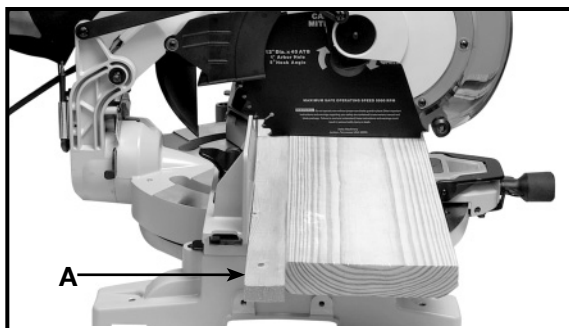

Fig. 29A
Cet outil est livré avec de nouveaux accessoires qui accroissent la capacité de coupe. Cet outil peut effectuer des coupes transversales sur une pièce de bois de construction de 101,6 mm x 152,4 mm (4 po x 6 po) avec onglet à 0° et biseau à 0°, une coupe sur un morceau de bois de 101,6 mm x 101,6 mm (4 po x 4 po) avec onglets droit et gauche à 45°, et une coupe biseautée d'un morceau de bois de 50,8 mm x 203,2 mm (2 po x 8 po), à 45°. Pour biseauter à droite, l'utilisateur doit utiliser une cale d'espacement (A) (fig. 29A) et retirer le pare-main de droite.
REMARQUE : La cale d'espacement peut être fabriquée à partir d'un morceau de 50,8 mm x 101,6 mm (2 po x 4 po) ou tout autre matériel de 50,8 mm (2 po) tel qu'illustré à la fig. 29A. La cale d'espacement doit être utilisée quand les pièces de coupe s'étendent assez loin sur la droite pour bloquer la course de la fraise et sont d'une largeur supérieure à 101,6 mm (4 po) et d'une hauteur supérieure à 25,4 mm (1 po). Une cale n'est pas nécessaire pour les coupes biseautées à gauche.